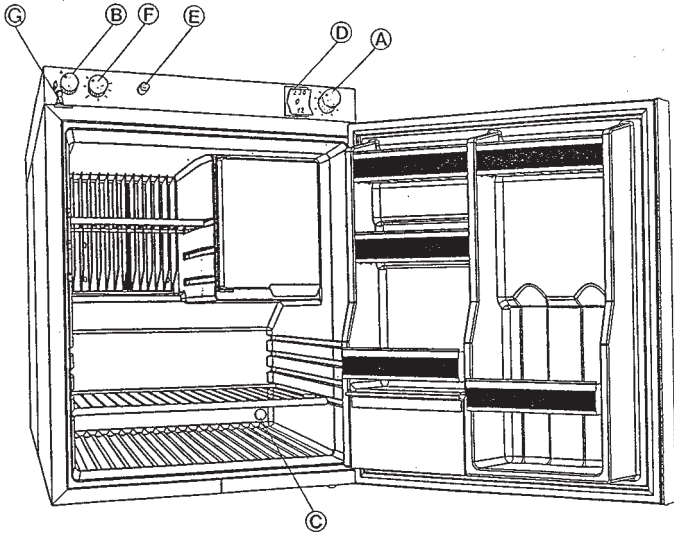

Fig 1
Inkoppling (bild 1)
Frånkoppling (bild 1)
9. Gasarmatur (bild 1)
10. Så här tänds gasbrännaren (bild 1)